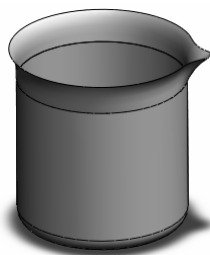

图 7-130 放样曲面后的图形
⑪ 确认设置。单击属性管理器中的“确定”图标按钮，生成放样曲面，结果如图 7-130 所示。
缝合”属性管理器。在“要缝合的曲面和面”一栏中，用鼠标选择放样的杯沿和旋转的杯体。单击属性管理器中的“确定”图标按钮，将上下曲面缝合，结果如图 7-132 所示。注意观测在图 7-130 中两面的交接处是虚线，缝合后虚线消失。